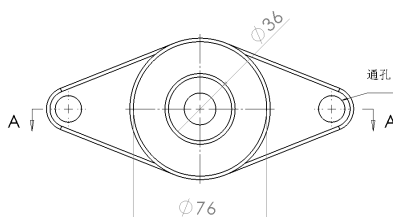

图 12-29 标注注释文本
(4) 在【格式化】对话框中，设置文字大小为 20，在【注释】属性管理器中，单击【确定】按钮，即可标注注释文本，如图 12-29 所示。